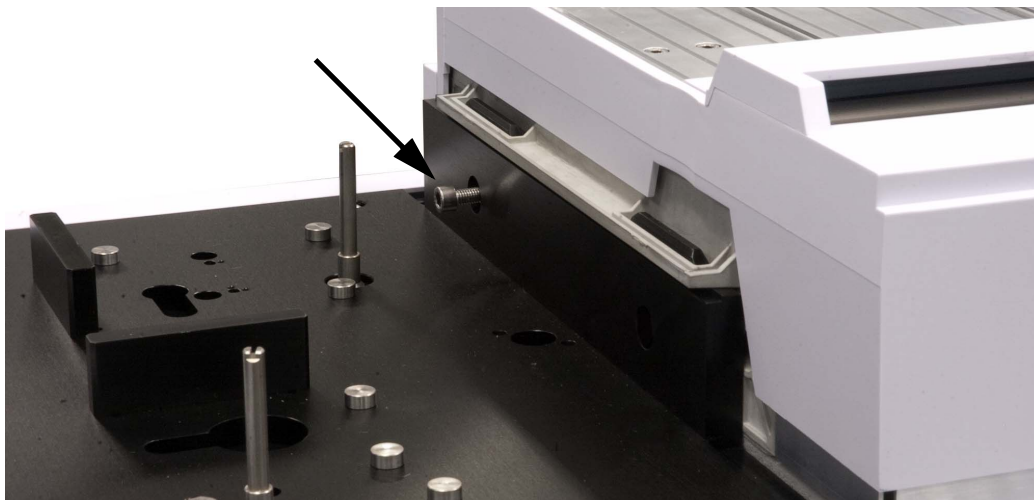

図 44 サンプルトレイをメインフレーム取り付けブラケットに固定する
- 3 T-30 トルクスドライバを使用して、左側のメインフレーム取り付けブラケットに T-30 ネジ 1 個を取り付け、サンプルトレイをメインフレームベースに固定します (図 44)。